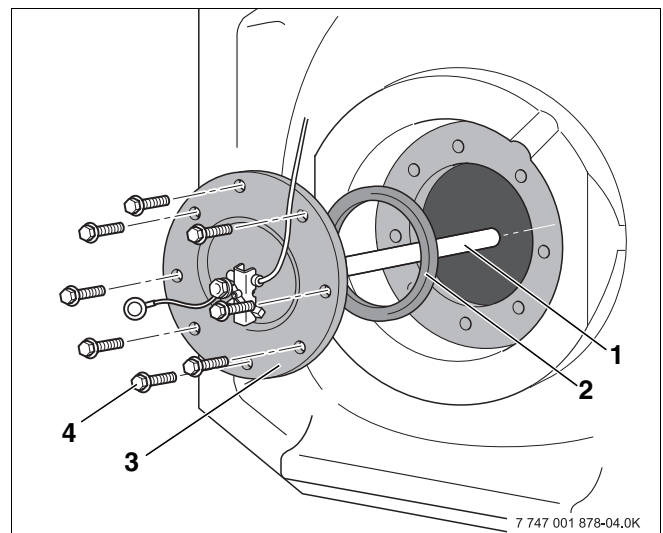

Abb. 13 Handlochdeckel demontieren
- Sechskantschrauben (Abb. 13, **Pos. 4**) aus dem Handlochdeckel (Abb. 13, **Pos. 3**) herausdrehen.
- Handlochdeckel mit Magnesiumanode (Abb. 13, **Pos. 1**) und Handlochdeckel-Dichtung (Abb. 13, **Pos. 2**) vom Warmwasserspeicher abnehmen.